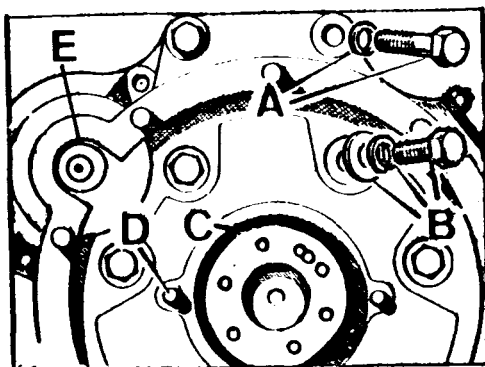

Fig. A1-98 Desmontaje del cárter del volante
- 1.3. Desconectar los cables de alimentación del motor de arranque, quitar los - tornillos, A y B (Fig. A1-98) que fijan el cárter del volante al bloque y extraer dicho cárter en unión del motor de arranque.
- 1.4. Desmontar el motor de arranque, E, (Fig. A1-98).
- 2.3. Montar el cárter del volante sobre el motor y fijarlo con sus tornillos, A y B (Fig. A1-98) dándoles un apriete de 3,50 á 4,25 mkg.